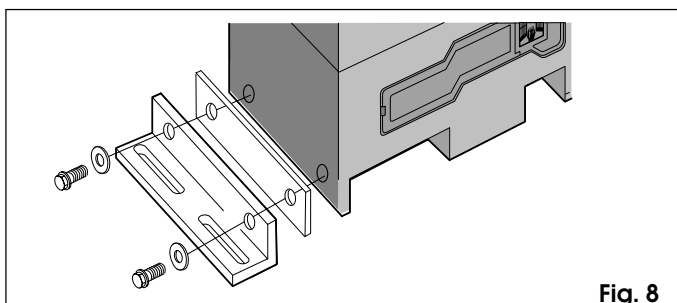

Fig. 8
- 1) Assembler sur l'opérateur les cornières de fixation et les entretoises anti-vibrations conformément à la Fig. 8.